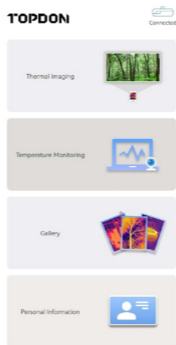

Figura 3.1.3
3. Abre la aplicación TC001. El icono en la parte superior derecha de la pantalla de inicio muestra "Conectado" (consulta la figura 3.1.3).